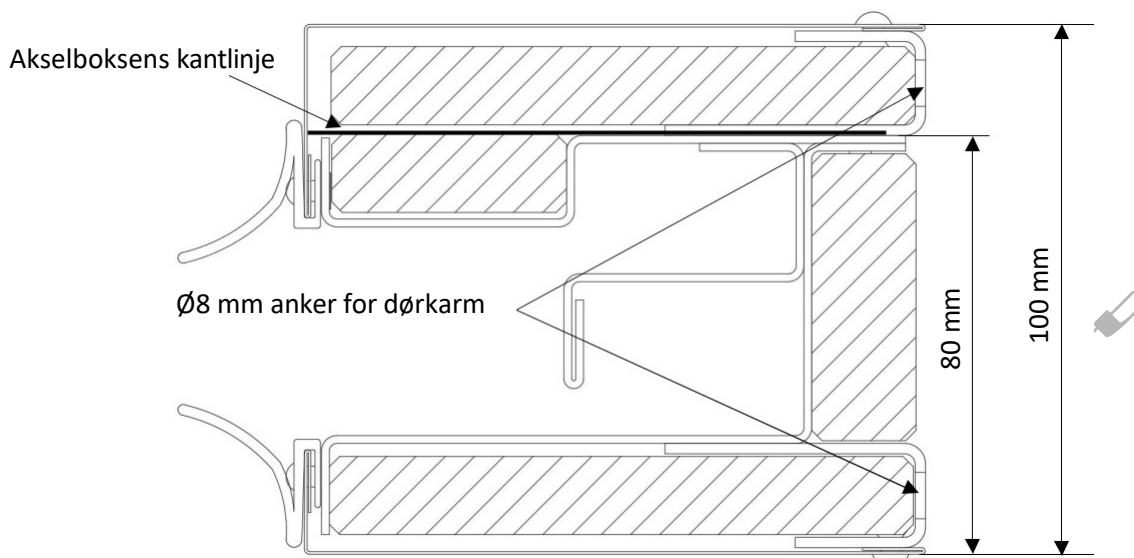

Fig. 27. Montering av føringskinner
- Når føringskinnens innvendige deler er montert (som vist i fig. 27), monteres de brannsikre Promat-panelene og den ytre fasaden. La det være igjen 2 mm spillerom for pakningene.